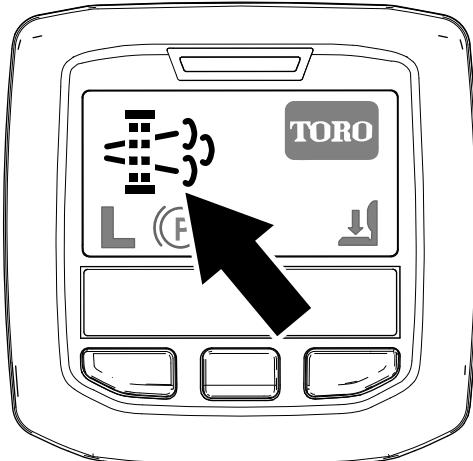

Figura 26
- El icono de solicitud de regeneración en estacionamiento se muestra en el InfoCenter (Figura 26).